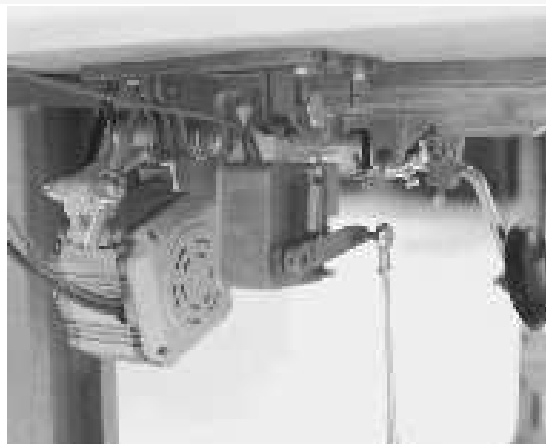

figura 10
2. Instalación del motor (ver figura 10)